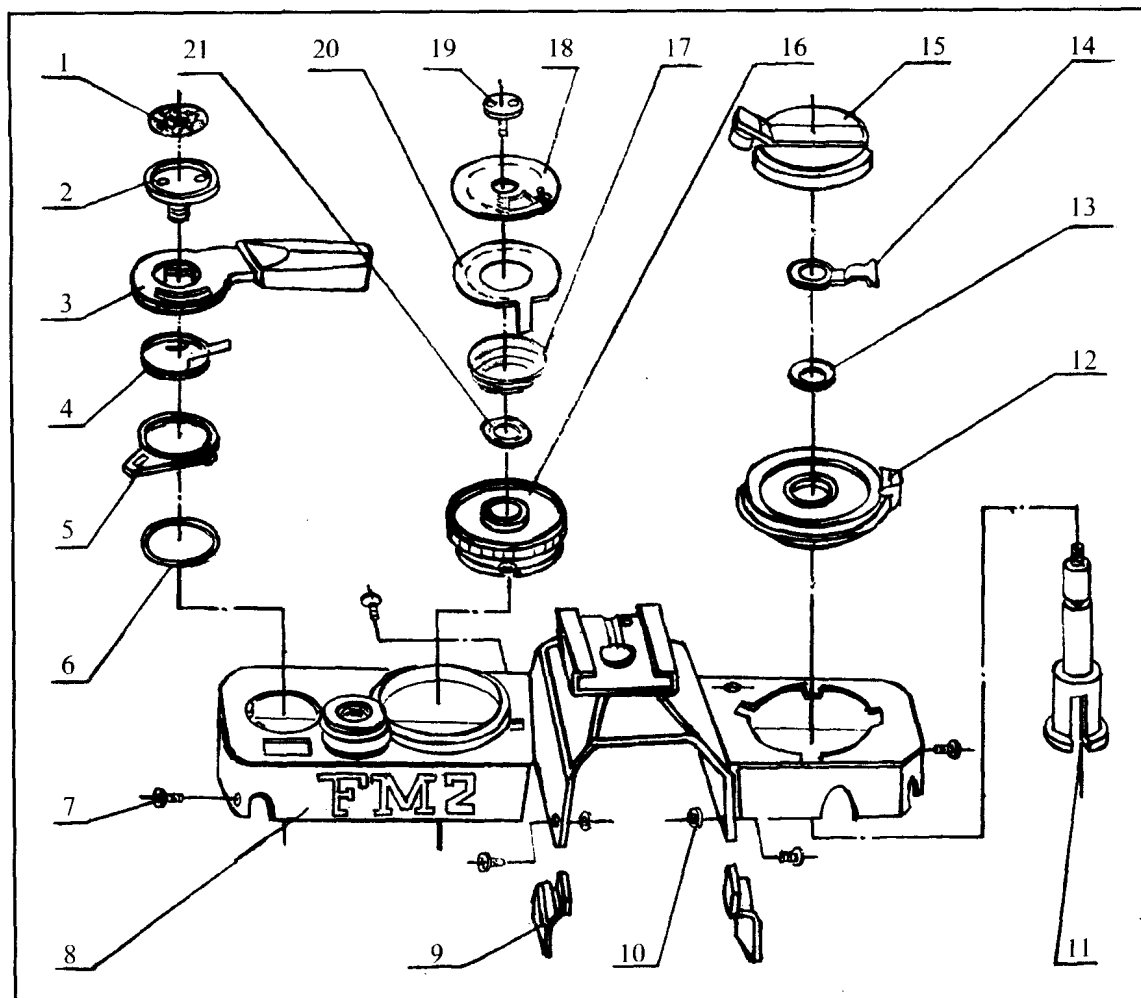

图 1-2 顶盖组件
一、顶盖组件(图1-2)
检修卷片、计数、过片、调速、反光镜传动、快门机构及X闪光同步开关等需按顺序拆卸此部(见图1-2):
(1) 拆顶盖组件(见图 1-2 及拆卸)。
(1) 拆顶盖组件(见图 1-2 及拆卸)和目镜组件(见图 1-3)。
(2) 取下拉簧 5×2 。
(3) 取罩 7。
(4) 取出五棱镜 6。